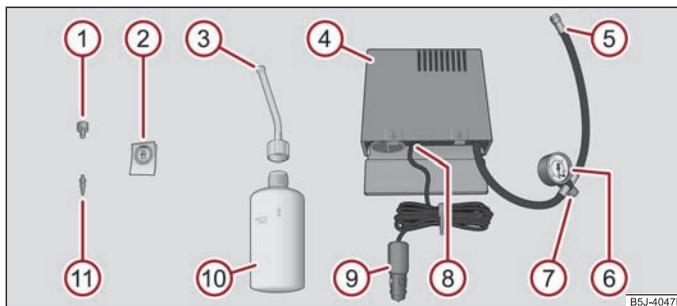

Abb. 4 Bestandteile des Reifenreparatursatzes
- Den Aufkleber **(2)** ⇒ Seite 4, Abb. 4 kleben Sie auf die Schalttafel im Sichtfeld des Fahrers.
- Reifenfüllflasche **(10)** ⇒ Seite 4, Abb. 4 einige Male kräftig hin- und herschütteln.
- Reifenfüllschlauch **(5)** ⇒ Seite 4, Abb. 4 des Luftkompressors fest auf das Reifenventil schrauben.